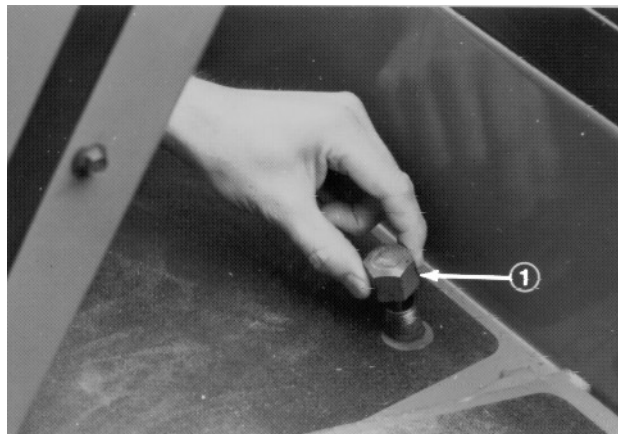

Fig. 5
2. Fjern målepindsdækslet (Fig. 5) fra påfyldningsrøret, og tør det af med en ren klud. Skru målepindsdækslet fingerstramt på påfyldningsrøret; det tages så og væskestanden kontrolleres. Hvis væsken ikke er mindre end 13 mm fra rillen i målepinden (Fig. 5), skal der påfyldes SAE 10W-30 motorolie på, eller hvis der anvendes automatisk transmissionsvæske, skal denne fyldes på for at løfte standen til rillemærket. Fyld ikke for meget på.